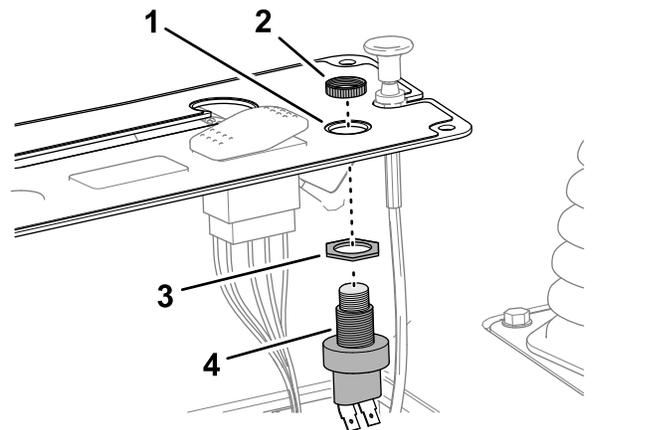

Figura 16
1. Avvitare il controdado sul corpo dell'avvisatore acustico (Figura 16).